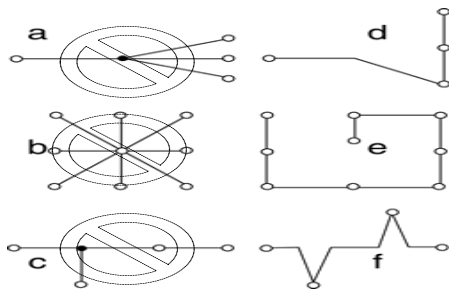

图 3-5 几种正确与错误的 RS-485 总线连接方式
c) 图 3-5 说明了几种正确或错误的布线与连接方法，图中的 a~f 表示测量单元。图中的网络 a、b、c 的布线是错误的，而 d、e、f 则是正确的布线方式。